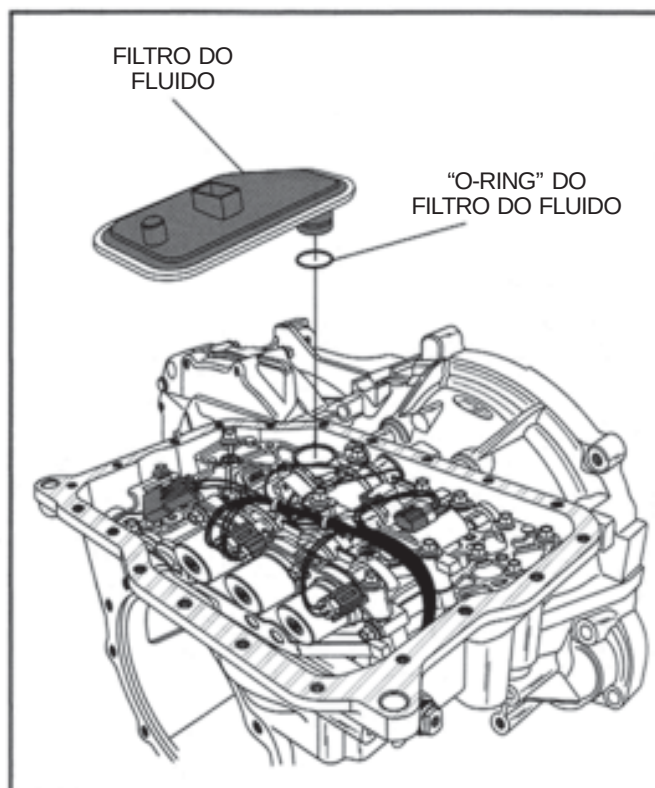

Figura 162
19. Instale um novo "O-Ring" no filtro novo, conforme ilustrado na Figura 162, e lubrifique-o com uma pequena quantidade de pasta de montagem.
20. Instale na cavidade do corpo de válvulas o conjunto do filtro do fluido, conforme ilustrado na Figura 162.